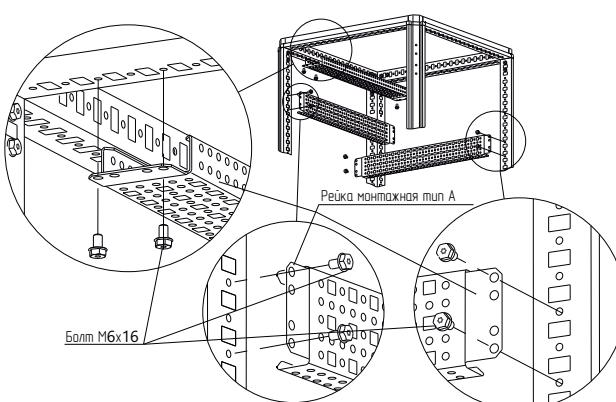

Рисунок 1
4.1.2 Приложить рейку монтажную тип А к стойкам каркаса на нужной высоте или к профилям крыши и закрепить самонарезающими болтами M6×16 (рисунок 1). Момент затяжки – 7 Н·м. Болты приобрести отдельно.